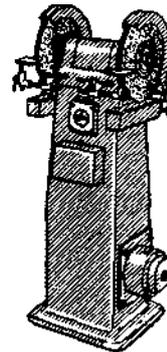

Fig. 105
*Base de esmeril* (Fig. 105). — Como se vê pela ilustração, esta máquina é para duas pedras, uma de granulação grossa para desbaste de peças pesadas e outra fina para acabamento e peças pequenas.